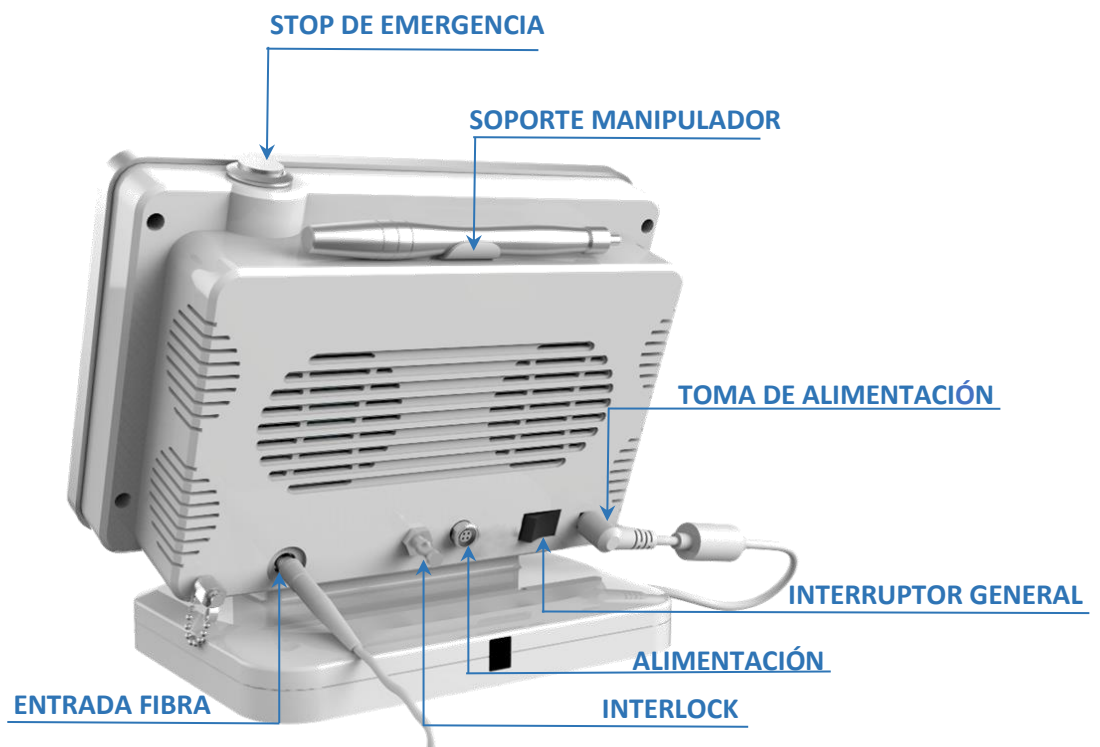

Fig. 02: Vista posterior del dispositivo
La extremidad de la fibra, adjunta en el conector SMA, debe introducirse en la toma adecuada situada en la parte trasera del láser (ver fig. 02).
1. Agarrar el conector e introducirlo en la toma adecuada (ver fig. 02)
El modelo Premium está provisto de una fibra óptica recubierta por una cubierta de silicona y un manipulador de aleación ligera. Este manipulador incluye un estilete de metal con una lente óptica (fig. 09). La tapa de el manipulador se puede desenroscar y colocar en autoclave para una mejor limpieza. La fibra óptica también se suministra con un conector estándar SMA que debe insertarse en la abertura de fibra colocada en la parte posterior del dispositivo (Fig. 02).